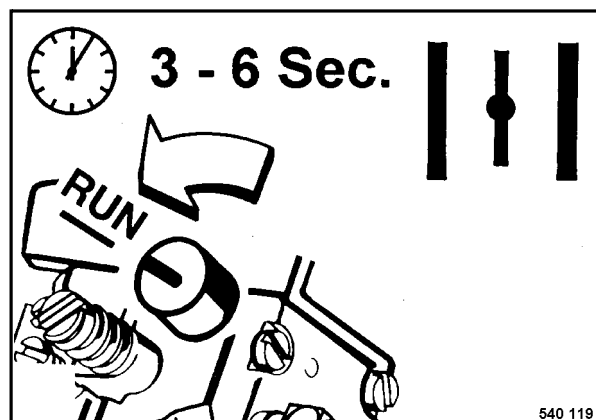

Fig. 7
- Abrir la palomilla de arranque (Fig. 7) después de 3 a 6 segundos, posición "RUN".